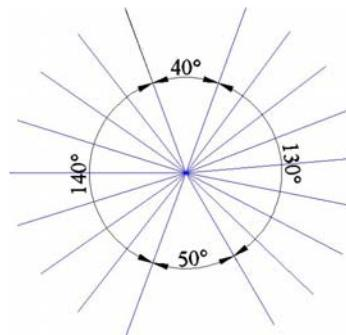

Figura 2.21.3
- metoda folosită: specificarea numărului total de obiecte și a unghiului de acoperit (**Total number of items & Angle to fill**), 9 obiecte dispuse pe 130° . Deoarece rotirea se face în sens invers trigonometric unghiul se va introduce cu semnul „-” (figura 2.21.3).